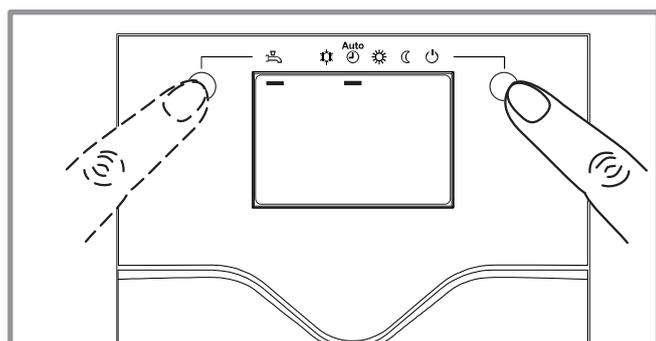

Figure 6 - Sélection du régime de chauffe AUTO et puis du régime ECS (eau chaude sanitaire)
- Sélectionner le régime de chauffe "AUTO" (fig. 6).
- Sélectionner le régime ECS (fig. 6),